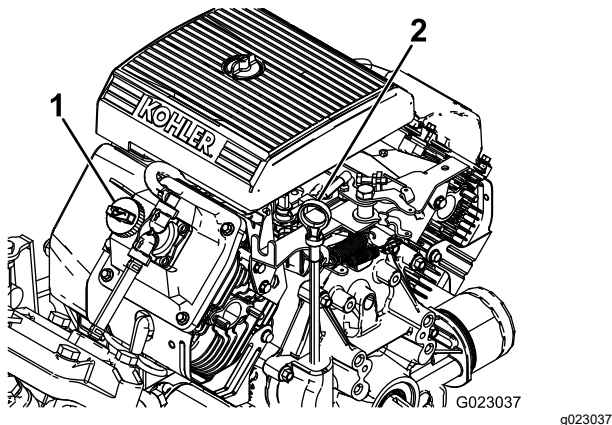

Figura 10
2. Retire la varilla y límpiela con un paño limpio (Figura 10).
4. Si el nivel de aceite es bajo, retire el tapón de llenado de la cubierta de la válvula (Figura 10) Y AÑADA ACEITE POR EL ORIFICIO HASTA QUE EL NIVEL LLEGUE A LA MARCA LLENO DE LA VARILLA; EL TIPO Y LA VISCOSIDAD CORRECTOS FIGURAN EN LA SECCIÓN . Mantenimiento del aceite de motor \(página 50\)